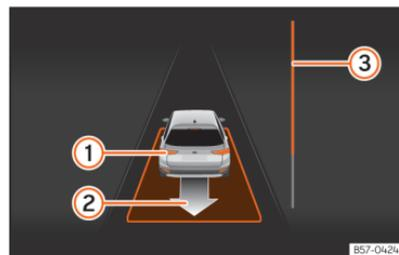

Abb. 143 Am Bildschirm des Kombi-Instruments: parallel zur Fahrbahn ausparken.
- Fahren Sie rückwärts, bis das Dauertonsignal des ParkPilot ertönt; **ODER:** fahren Sie zurück, bis am Bildschirm des Kombi-Instruments die Anzeige zur Vorwärtsfahrt erscheint. Die Fortschrittsanzeige **>>>** [Abb. 143] **3** zeigt den zurückzulegenden Abstand an.